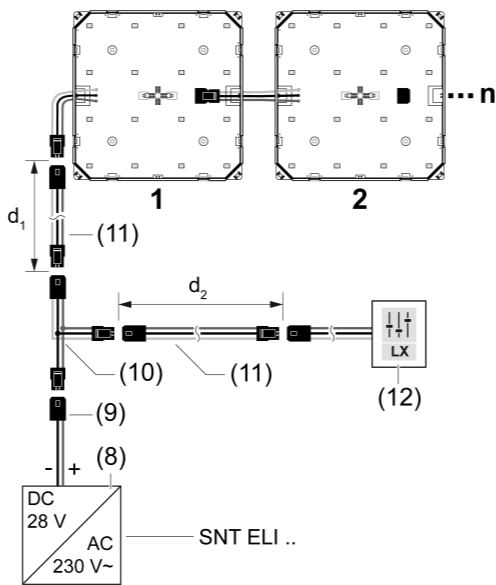

Bild 5: Elektrischer Anschluss
- Erste LED-Lampe mit Hilfe des Adapterkabels (9) an die Spannungsversorgung (8) anschließen (Bild 5).
- Weitere LED-Lampe mit der Zuleitung (4) an der Ausgangsbuchse (5) der ersten LED-Lampe anschließen.
- Bei Raster-Montage mit Verbindern: Zuleitung (4) wie dargestellt in den Halteklammern der Verbinder (7) fixieren.